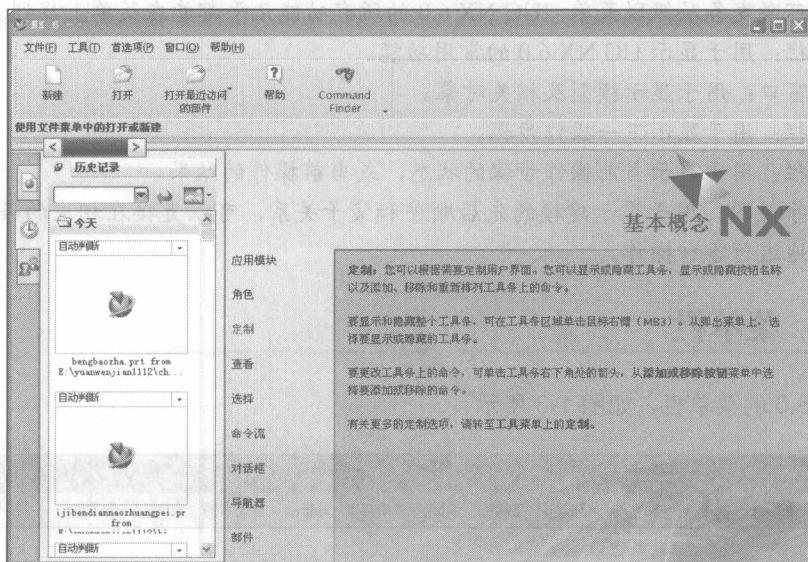

图 1-1 UG NX 6.0 中文版的启动画面
- 直接在 UG NX 5.0 的安装目录的 UGII 子目录下双击 ugraf.exe 图标，就可启动 UG NX 6.0 中文版。UG NX 6.0 中文版的启动画面如图 1-1 所示。